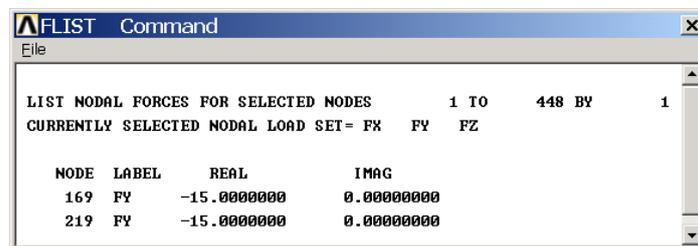

图5.27 列表显示节点上的集中力
(4) 单击 **【Utility Menu】|【List】|【Loads】|【Forces】|【On All Nodes】** 菜单，将列表显示节点上集中荷载值，如图 5.27 所示。可以看出，力的大小都缩小为原来的 0.5 倍了。